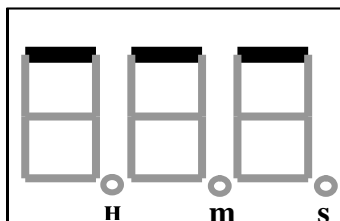

Рис. 4
- выходной ток не изменится после окончания времени работы таймера (рис. 4);